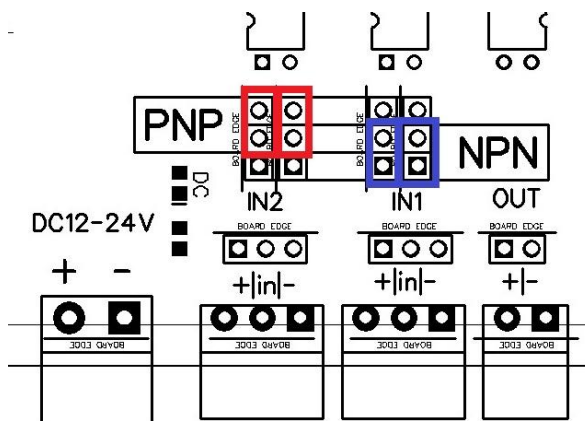

Рисунок 3
2. Выставляем пары перемычек для соотв. датчика (см. Рисунок 3). В случае использования концевого выключателя - выставляем перемычки как для NPN. И подключаем датчики.
3. Подсоединяем вход (IN) и выходы осей (OUT1,OUT2).
8. С помощью ЧПУ устанавливаем направление движения на датчики (малое перемещение в сторону поиска для того, чтобы установился сигнал направления движения на разъёме (IN)).